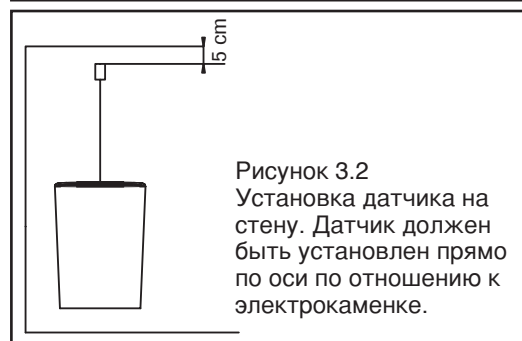

Рисунок 3.2
- Прикрепите датчик к стене. См. рисунок 3.2